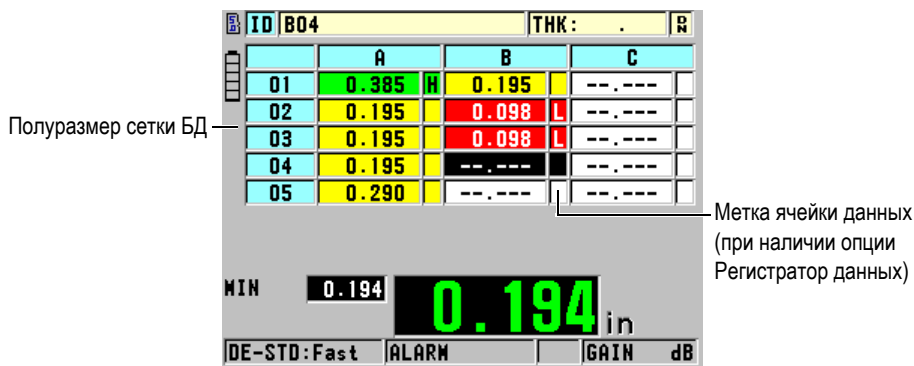

Рис. 9-7 Пример полуразмера сетки БД
Сетка базы данных (сетка БД) представляет собой двумерную таблицу данных. Такое представление данных позволяет свободно перемещаться по сетке в любом направлении, что значительно удобнее стандартного списка ИД. Вместо автоматического перехода к следующему по возрастианию ИД, вы можете с помощью курсорных клавиш перейти сразу в нужное вам место. Можно одновременно отображать А-скан, сетку БД и значение толщины (см. Рис. 9-7 на стр. 169). Можно настроить отображение метки ячейки данных и цвет фона, соответствующий диапазону, в котором значения толщины уменьшаются.
6. Установите **МЕТКА ЯЧЕЙКИ ДАННЫХ** на одну из доступных опций для отображения метки данных с каждой ячейкой таблицы БД. Метка ячейки данных – буква, отображаемая в маленьком квадратике, справа от значения толщины в ячейке данных (см. Рис. 9-7 на стр. 169). Доступные опции: